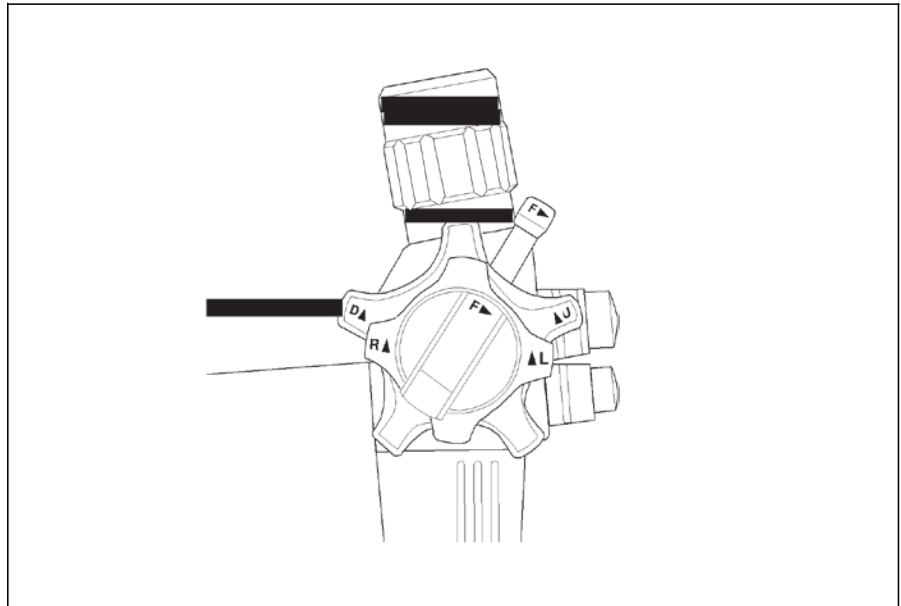

Рис. 3.4
3. Повернув рычаги управления изгиба ВВЕРХ/ВНИЗ и ВПРАВО/ВЛЕВО в нейтральные позиции, как указано на Рис. 3.4, убедитесь, что отдел изгиба плавно возвращается в достаточное выпрямленное положение.